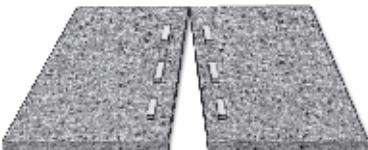

Fig. 2
- 10.8 Fixez les plaques ensemble, par exemple avec des serre-joints à vis. Il faudra fixer des petits blocs sur la plaque, avec de la colle thermofusible. **Fig. 2**. Des étapes supplémentaires sont nécessaires avant la finition du morceau.